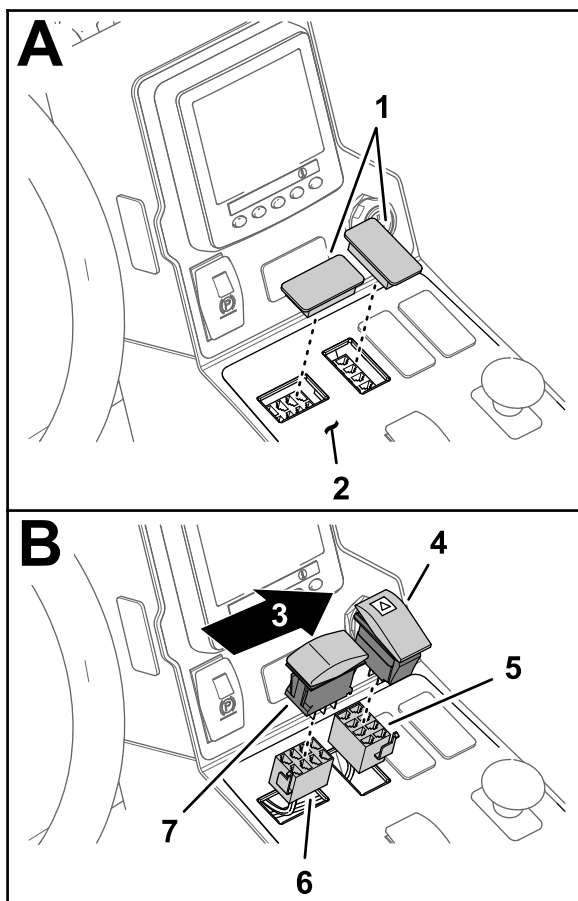

Figure 12
l'interrupteur des clignotants, comme montré à la Figure 12.
3. Branchez l'interrupteur à bascule (2-positions – interrupteur des feux de détresse avec triangle) au connecteur à 8 douilles du faisceau de la plate-forme étiqueté HAZARD SWITCH (Figure 12).
4. Dirigez le triangle de détresse vers l'avant et insérez l'interrupteur dans l'ouverture du tableau de bord jusqu'à ce qu'il s'enclenche solidement dans en place (Figure 12).
5. Branchez l'interrupteur à bascule (3-positions – commande des clignotants) au connecteur à 8 douilles du faisceau de la plate-forme étiqueté TURN SIGNAL SWITCH (Figure 12).
6. Dirigez la partie longue de l'interrupteur des clignotants vers le côté droit de la machine et insérez l'interrupteur dans l'ouverture du tableau de bord jusqu'à ce qu'il s'enclenche solidement en place (Figure 12).